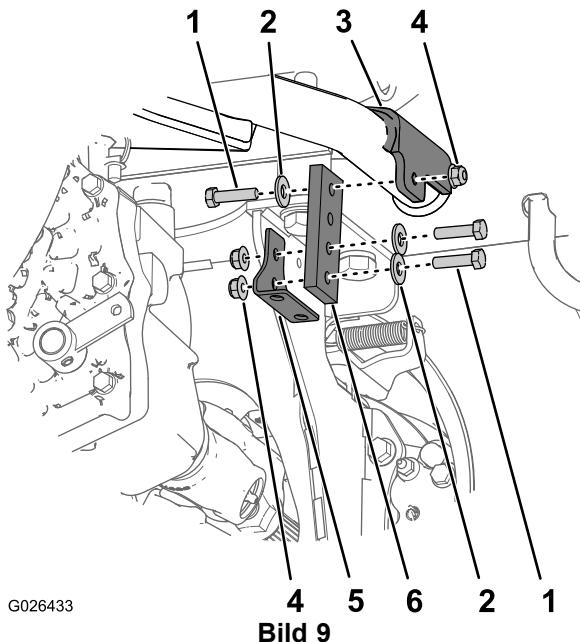

Bild 9
- Fluchten Sie zwei der Löcher im Auspuffhängeprofil mit den Löchern in der Auspuffhalterung aus (Bild 9).
- Befestigen Sie das Auspuffhängeprofil mit zwei Schrauben (5/16" x 1-1/4"), Scheiben und Sicherungsbundmuttern an der Auspuffrohrhalterung (Bild 9).
- Fluchten Sie das Loch am anderen Ende des Auspuffhängeprofils mit dem Loch in der Befestigungszunge am Behälterstützrohr aus (Bild 9).
- Befestigen Sie das Auspuffhängeprofil mit zwei Schrauben (5/16" x 1-1/4"), Scheiben und Sicherungsbundmuttern an der Befestigungszunge (Bild 9).